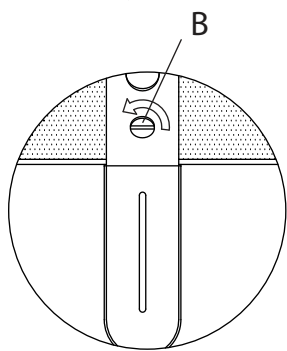

Fig. 3
3. Esta luminaria tiene la característica de poseer articulaciones diseñadas para facilitar un movimiento suave. Para poder optimizar el movimiento de las articulaciones tenemos un tornillo y una llave allen (Fig. 3). Para inmovilizar la articulación se ha de apretar el tornillo, para acentuar el efecto de los muelles lo soltaremos ligeramente.
3. Dieser Beleuchtungskörper zeichnet sich durch Gelenke aus, die zur Erleichterung einer sanften Bewegung gestaltet wurden. Zur Optimierung der Bewegung ist eine Schraube vorhanden und ein Inbuschlüssel (Abb.3) beigelegt; die Schraube zur Feststellung des Gelenks anziehen oder zur Betonung des Federeffekts leicht lösen.